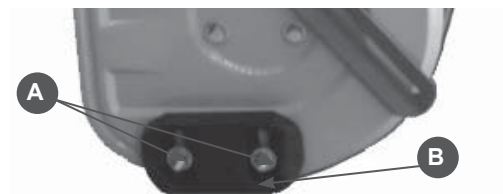

Рис.9
2. Ослабьте гайки крепления салазок (А), (Рис. 9) и установите салазки (В) на не-обходимую высоту. Снова затяните гайки.